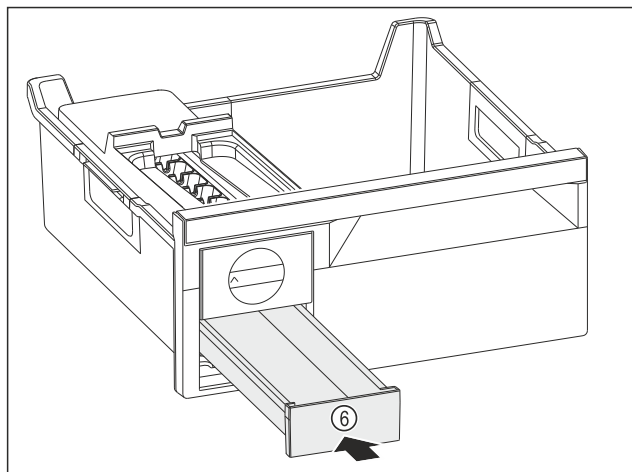

Fig. 83
- Eiswürfelschubfach Fig. 83 (6) einschieben.